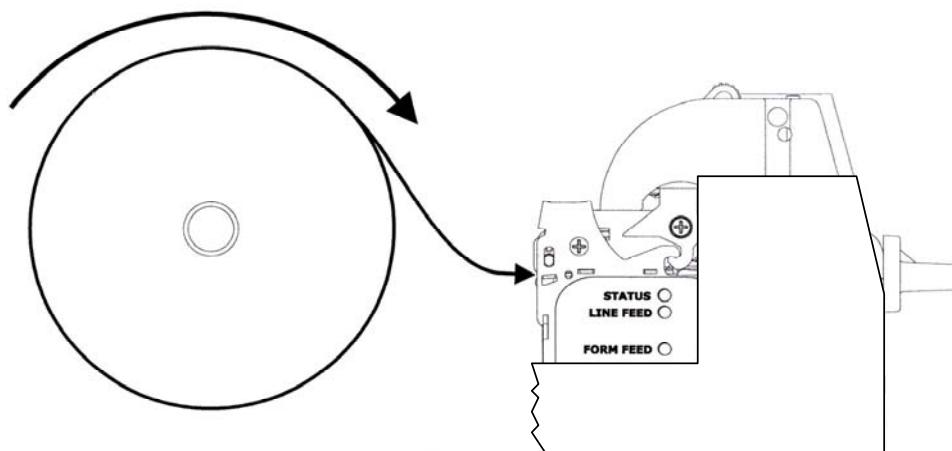
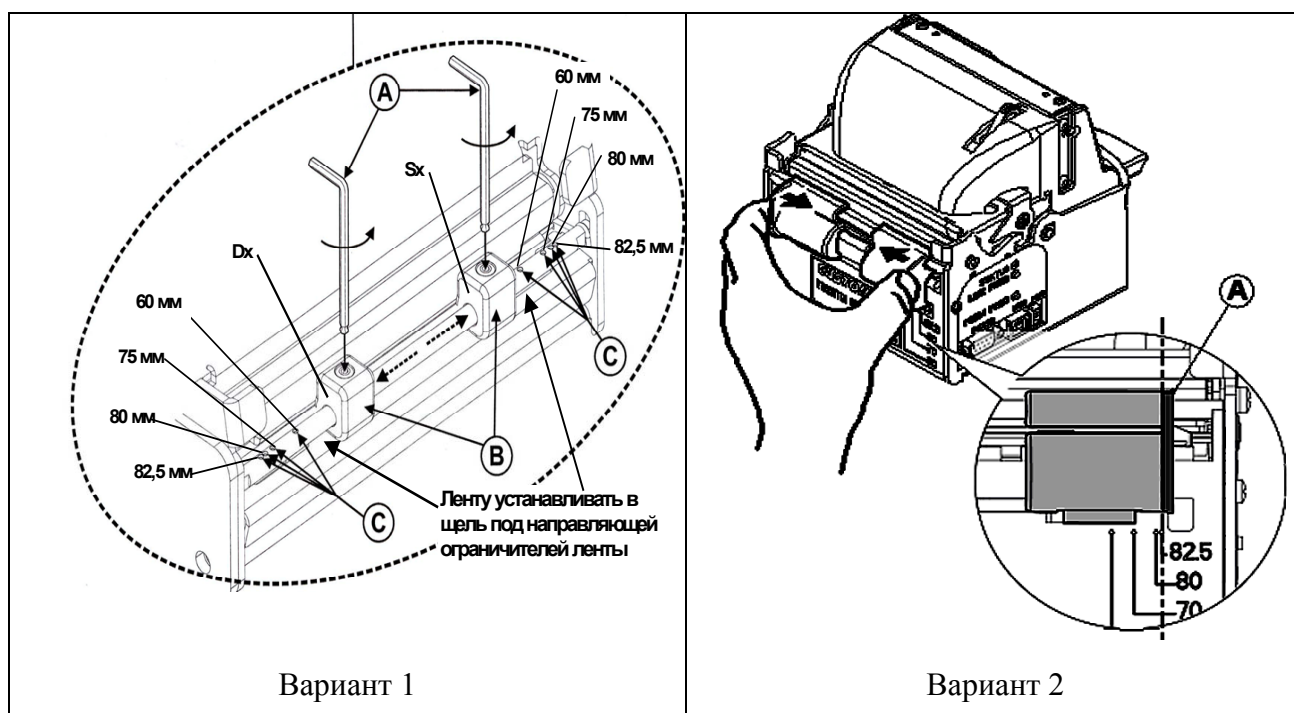

Рисунок 7.5 - Установка ленты
Рисунок 7.7 - Установка ограничителей ширины ленты
7.4.7 Рулон ленты следует устанавливать на рулонодержатель так, чтобы печать осуществлялась на внешнюю сторону ленты (Рисунок 7.5).
Для регулировки ширины ленты в чековом принтере "Вариант 1" установить ограничители Dx и Sx (Рисунок 7.7) на входной щели в соответствующую позицию. Установка ограничителей выполняется с помощью ключа 1,5, входящего в комплект поставки принтера (позиция А). Ослабить винты, фиксирующие ограничители на направляющей (позиция В), затем установить ограничители в соответствующую ширине ленты позицию, маркированную отверстиями на направляющей (позиция С), и зафиксировать их винтами.
Для регулировки ширины ленты в чековом принтере "Вариант 2" переместить правый и левый ограничители (Рисунок 7.7), совместив внутреннюю часть ребра «А», помеченную пунктиром, с нужной маркировкой.
7.4.10 Вставить край ленты в приемную щель под направляющей ограничителей между установленными ограничителями (Рисунок 7.5, Рисунок 7.7). Лента будет втянута в механизм печати автоматически.